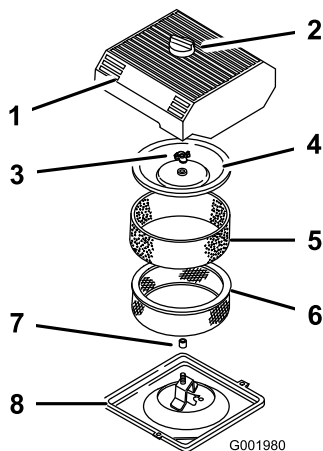

Bild 43
3. Reinigen Sie den Bereich um den Luftfilter, um zu verhindern, dass Schmutz in den Motor fällt und Schäden verursachen kann (Bild 43).
4. Lösen Sie das Handrad an der Luftfilterabdeckung und nehmen Sie die Abdeckung ab (Bild 43).
5. Schieben Sie das Schaumelement vorsichtig vom Papierelement (Bild 43).
6. Schrauben Sie die Abdeckungsmutter ab und nehmen Sie die Abdeckung und das Papierelement ab (Bild 43).
1. Schieben Sie das Schaumelement vorsichtig auf das Papierluftfilterelement (Bild 43).
3. Schrauben Sie die Abdeckungsmutter mit der Hand auf der Abdeckung fest (Bild 43).
4. Montieren Sie die Luftfilterabdeckung und das Handrad (Bild 43).